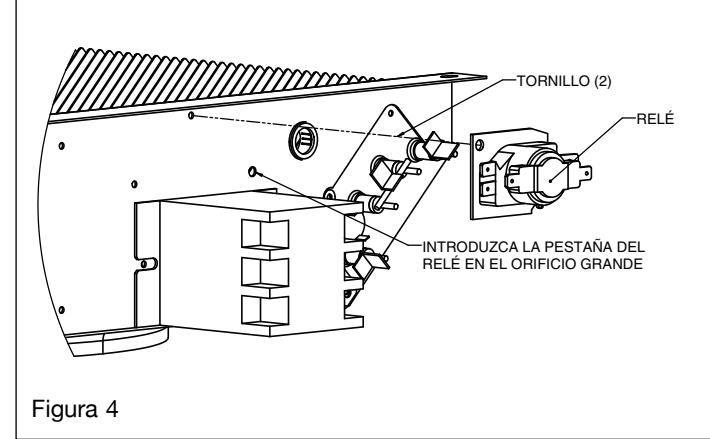

Figura 4
- Instale en Relé de Control según se muestra en al Figura 4.